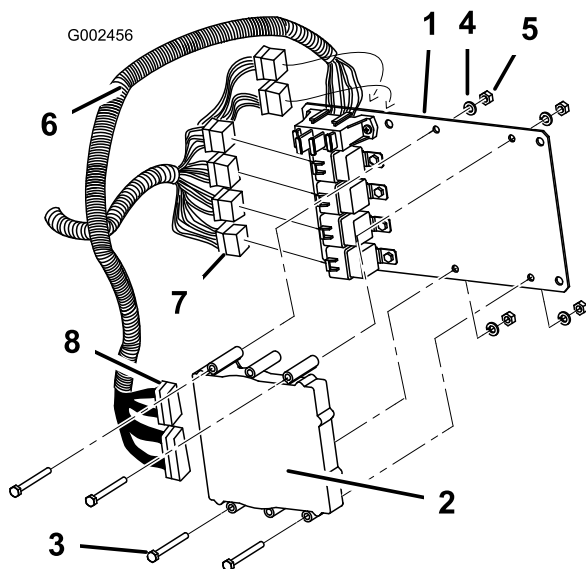

Figure 8
- Fixez l'ECU à la plaque de montage (Figure 8) à l'aide de 4 boulons (1/4 x 2-1/2"), 4 rondelles de blocage (1/4 pouce) et 4 écrous (1/4 pouce).
6. Connectez les fils de relais du faisceau de câblage aux 6 relais sur la plaque de montage (Figure 8).
7. Connectez les 2 fils du module de commande (un long et un court) du faisceau de câblage à l'ECU (Figure 8).